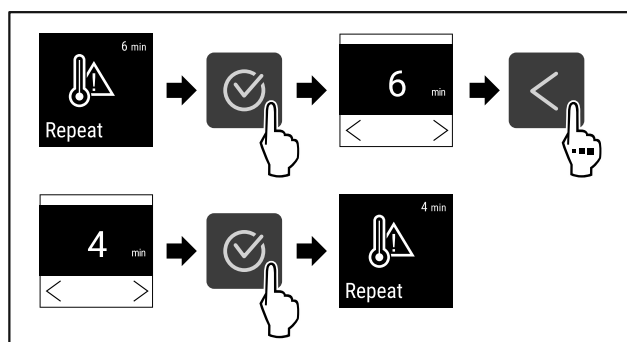

Fig. 101
- ▶ Izvedite zahtevane korake (glejte Fig. 101).